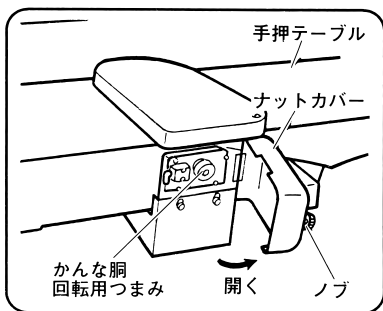
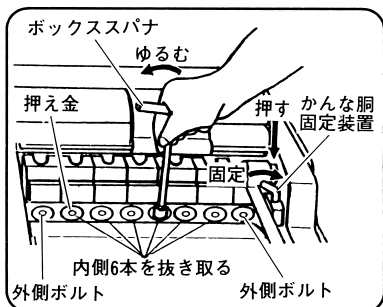
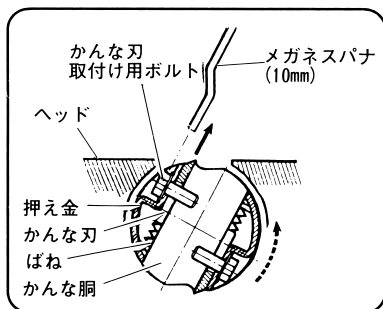

図 24
図 25
図 26
(2) 手押部のナットカバーのノブをはずしナットカバーを開きます。(図 24)
(3) かな胴回転用つまみをまわし、自動かな部のかんな刃取付け用ボルト(図 25 参照)の位置を上側にします。
(4) かな胴固定装置のレバーを指先で押し、右(図中固定側)にまわしてかな胴を固定します。
(5) 付属のボックススパナ(10mm)で8本のかんな刃取付け用ボルトのうち、押え金を押さえている内側の6本のかんな刃取付け用ボルトをゆるめて抜き取ります。(図 25)
(6) 残った外側2本のかんな刃取付け用ボルトは1/4回転程度ゆるめます。
注 ● 両端のかんな刃取付け用ボルトをゆるめすぎると、かな刃がばねに押されヘッド(図 26 参照)の内側に飛び出します。もし、かな刃が飛び出した場合はかな胴を図 26 の点線の矢印方向にまわし、かな刃を取り出してください。矢印と反対にまわすと、かな刃がヘッドにくいこみ各部を損傷させます。
(7) かな胴固定装置のレバー(図 25 参照)を左にまわして固定を解除し、手押かな胴回転用つまみ(図 24 参照)をまわし刃先が上側の位置で再度かな胴を固定します。(図 26)
(8) 付属のメガネスパナ(10mm)で残りの外側2本のかんな刃取付け用ボルトをゆるめるとかな刃はばねに押されて数ミリ飛び出します。
(9) かな刃の両端を手でつかみ取りはずします。
- (1) 手押かんな部のかんな胴回転用つまみ（図 24 参照）をまわし自動かんな部の裏刃部が上になる位置にします。